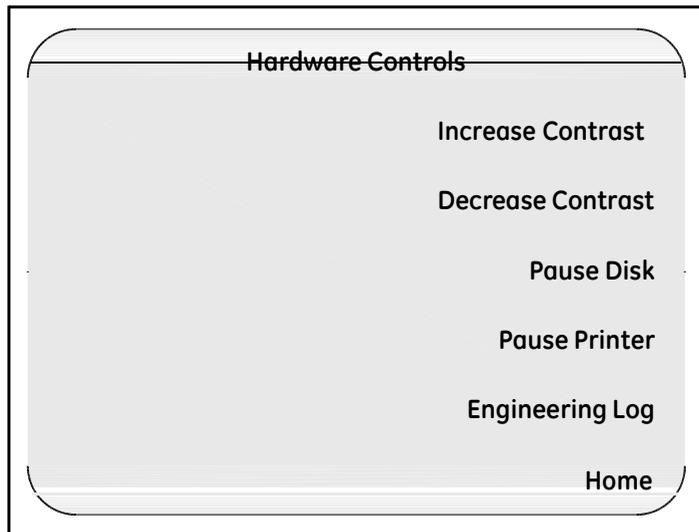

图 16: Hardware Controls (硬件控制界面)
2. 按 **Hardware Controls** (硬件控制) . 显示器显示如图 16 (下页) .